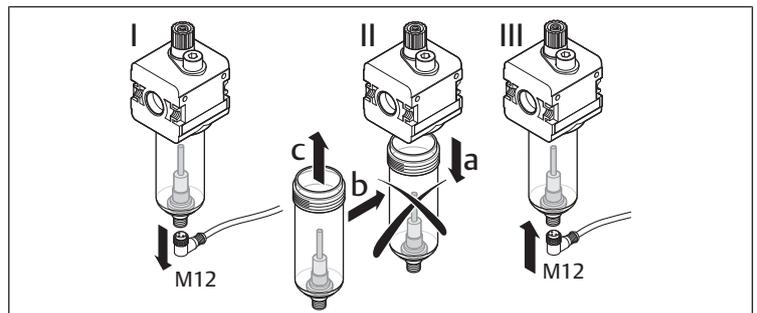

Bild 7: Byta behållare med sensor
→ Bild 7
► Lossa sensorns M12-hankontakt från anslutningshylsan på undersidan av oljebehållaren (→ Bild 7 I).
► Byt ut den gamla behållaren mot en ny behållare (→ Bild 7 II b, c).
► Anslut sensorn till anslutningshylsan på undersidan av oljebehållaren via en M12-hankontakt (→ Bild 7 III).